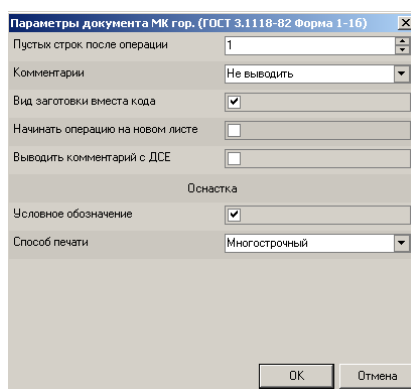

Рис.6
39. В открывшемся окне установите параметры так, как показано на рис. 6 и нажмите кнопку **ОК**.